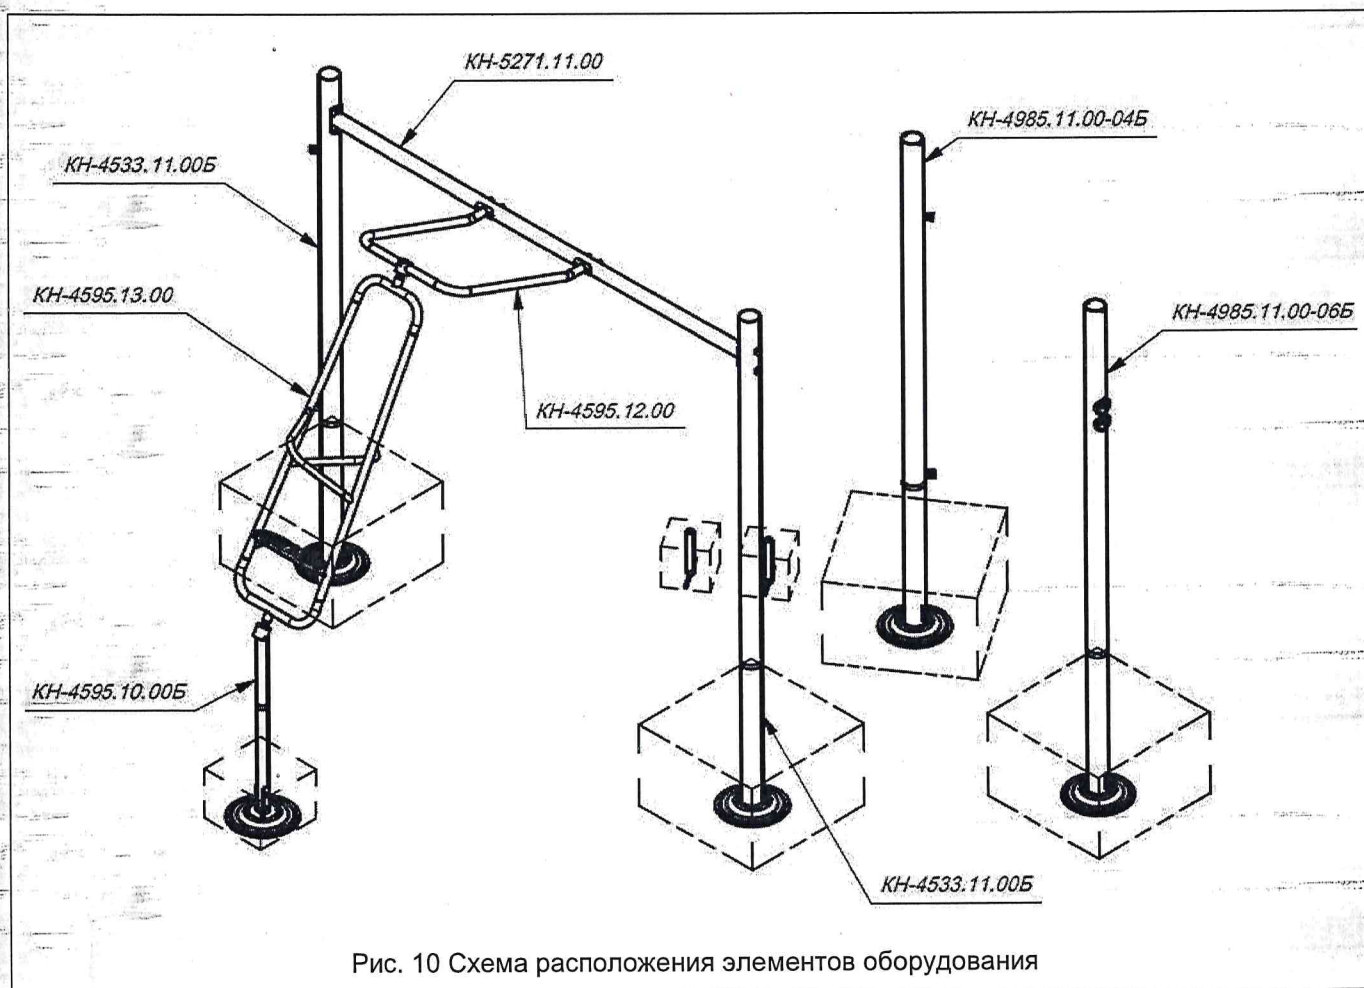

Рис. 10 Схема расположения элементов оборудования
6.8. Ознакомьтесь со схемой расположения элементов оборудования на Рис. 10.